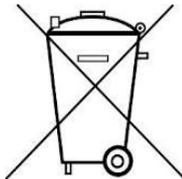
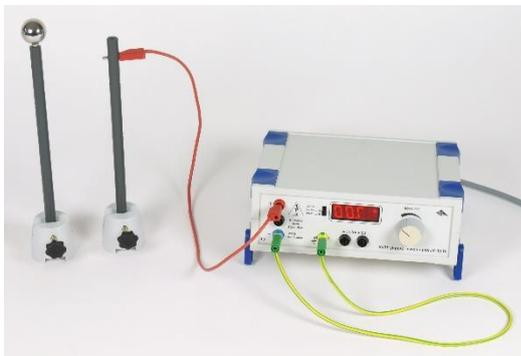

Fig. 2 Sostituzione dei fusibili
Fig. 3 Elettizzazione della sfera
- Estrarre il portafusibili sul retro dell'alimentatore utilizzando un cacciavite piatto (vedere Fig. 2).
La struttura sperimentale di questa prova è costituita da 2 parti. La fig. 2 corrisponde all'elettizzazione della sfera, la fig. 3 mostra il cablaggio dell'elettrometro per la misurazione della carica.